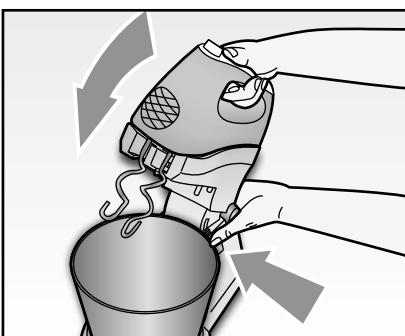

Fig. 7
- Versare gli ingredienti nella ciotola (A) e, premendo il pulsante di inclinazione braccio (B), abbassare nuovamente il braccio del supporto (C) agendo sull'impugnatura (F) del corpo motore (Fig. 7).